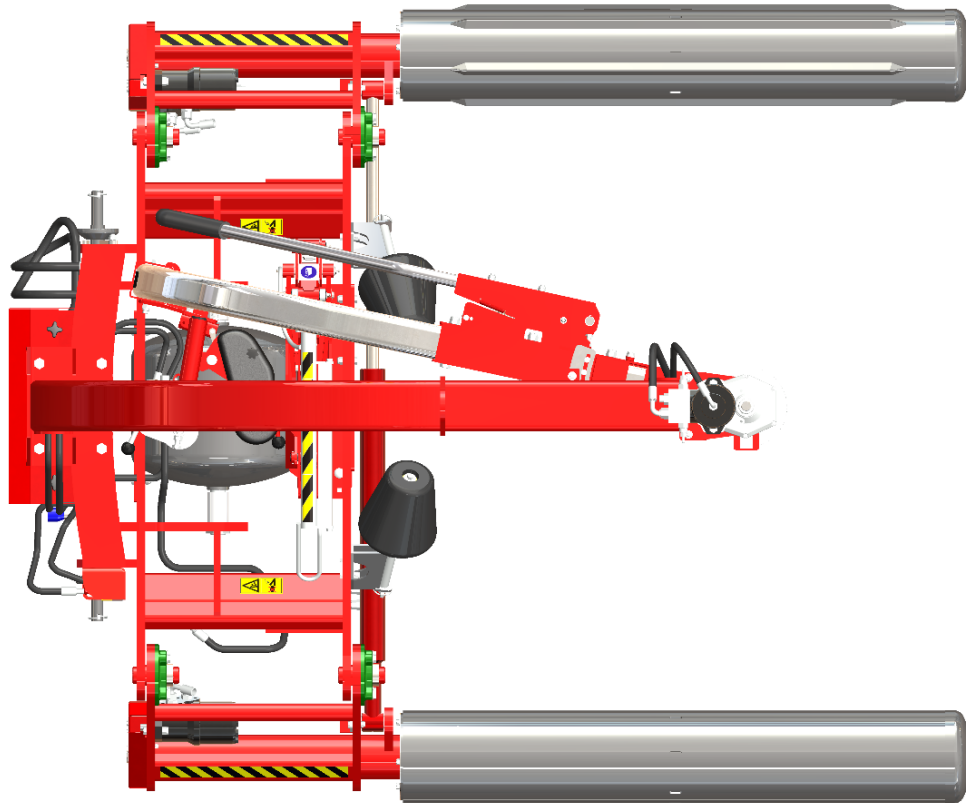

рисунок 8. Обмотчик в исходном положении (вид сверху)
- Сделайте несколько оборотов верхним обматывающим плечом на медленной и быстрой скорости. Остановите плечо в исходном положении (рис.8).
- Выполните автоматическую обмотку. Верхний обматывающий манипулятор должен вращаться по часовой стрелке, если смотреть сверху, плавно перемещаться и замедляться. После выполнения запрограммированного числа оборотов манипулятор должен остановиться в исходном положении (рис.8).